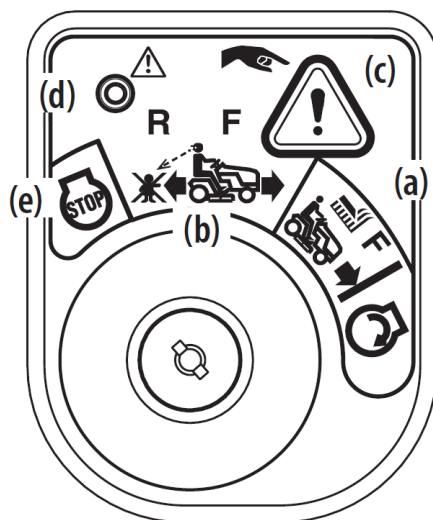

Figure 27
- イグニッションキーを通常の草刈り（a）の位置からイグニッションスイッチのリバースコーションモード（b）の位置に回します。図27参照。
- イグニッションモジュールの右上隅にあるリバースコーションモードボタン（c）を3秒間押し続けます。イグニッションモジュールの左上隅にある赤いインジケータライト（d）が、作動中は点灯します。図27参照。